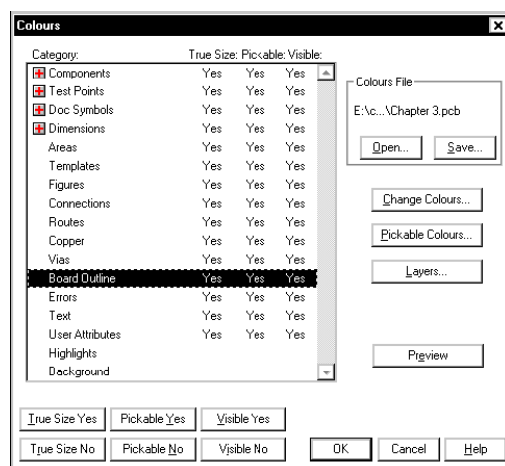

Рис. 24. Настройка параметров отображения контура платы.
10. В появившемся диалоговом окне Colours в списке Category в помощью Мыши выделим строку Board Outline (рис. 24).